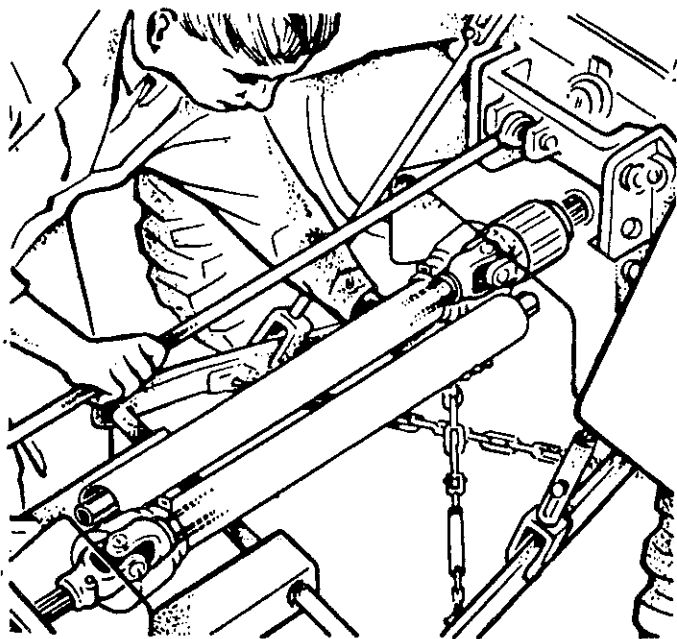

Abb. 1
1. Vor der ersten Inbetriebnahme Gerät anhängen bzw. mit dem Dreipunktgestänge befestigen, die Gelenkwellenhälften auf ihre Anschlußwellen anbringen und durch Nebeneinanderhalten die richtige Länge sowohl in gestrecktem als auch in äußerst abgewinkeltem Zustand kontrollieren (Abb. 1). Immer größte Rohrüberdeckung anstreben. Falls Kürzung